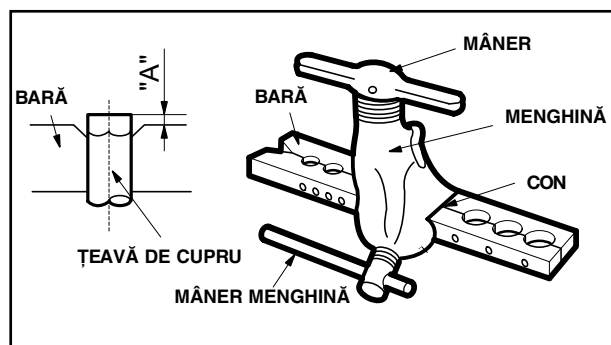

fig.15
4. Executați "evazările" (fig. 15): montați și blocați țeava din cupru în dispozitivul de poansonare, utilizând, pentru alegerea diametrului, valorile indicate în tabelul următor.